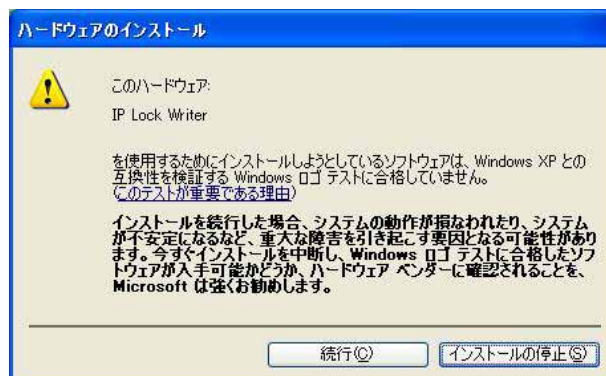
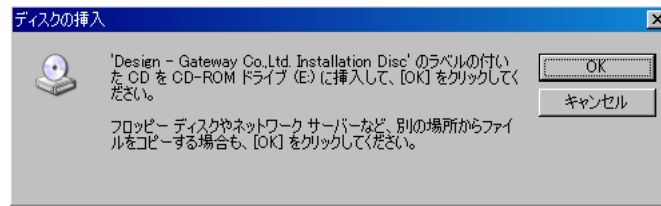

図 18 インストールの続行
図 19 デバイスドライバのコピー
7. 図 18、図 19 のようなダイアログが表示されますが、「続行」、「OK」をクリックし次に進みます。